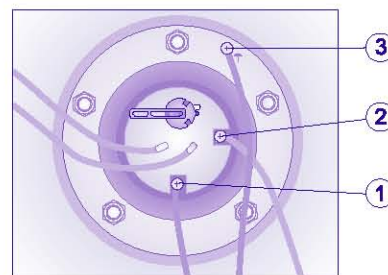

Рис. 2. Схема подключения сетевого шнура
- провести кабель в специальное отверстие в пластиковой крышке. Соединить кабель с клеммами термостата (п. 1, 2 Рис. 2).
- заземляющий кабель подключается к клемме с обозначением  $\uparrow$  (п.3 Рис. 2).